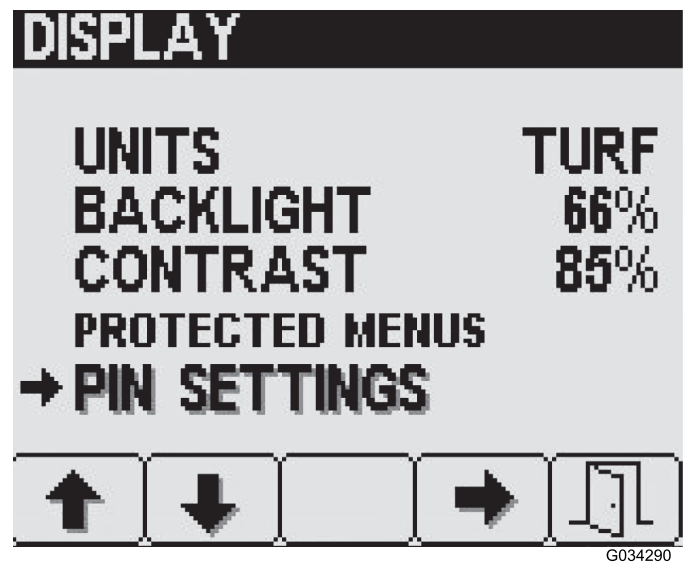

Figure 14
- Appuyez sur le bouton 2 de l'écran Réglages de l'affichage jusqu'à ce que l'option Réglages code PIN soit atteinte, puis appuyez sur le bouton 4 pour la sélectionner (Figure 14).
1. Appuyez sur le bouton 2 de l'écran Réglages de l'affichage jusqu'à ce que l'option Réglages code PIN soit atteinte, puis appuyez sur le bouton 4 pour la sélectionner (Figure 14).